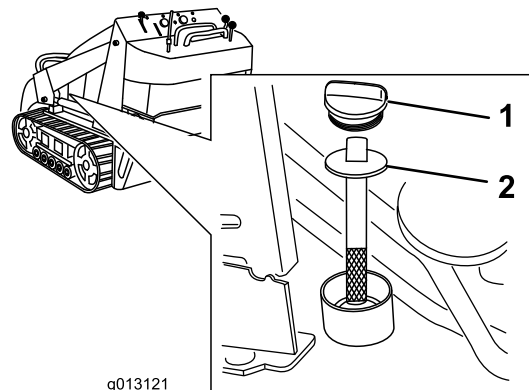

Figura 63
5. Togliete il tappo del serbatoio idraulico e l'asta di livello (Figura 63).